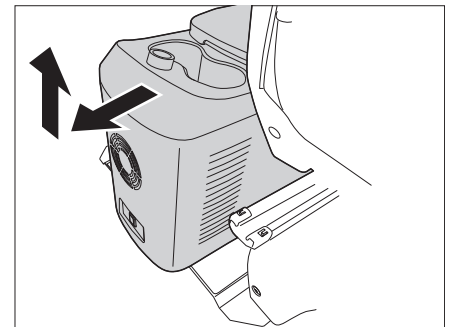

Figura 89 Retirar la nevera portátil
- Tirar de la nevera portátil hacia atrás y retirarla hacia arriba (Figura 89).